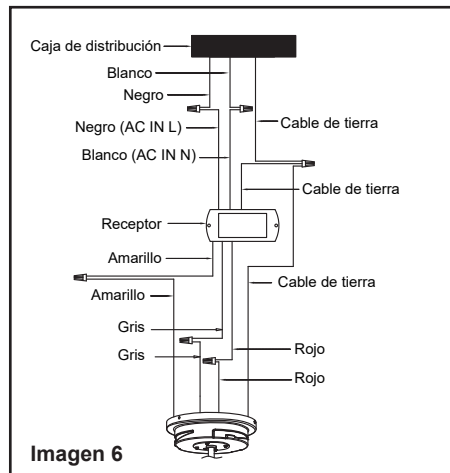

Imagen 6
Paso 1. Conexiones eléctricas del motor al receptor: Conecte el cable gris del ventilador al cable gris del receptor. Conecte el cable rojo del ventilador al cable rojo del receptor. Conecte el cable amarillo del ventilador al cable amarillo del receptor. Asegure las conexiones de cable con las tuercas de plástico provistas (Imagen 6).
Paso 2. Conexiones eléctricas del receptor a los cables de suministro de la vivienda: Conecte el cable negro (caliente) del techo al cable negro marcado "AC in L" del receptor. Conecte el cable blanco (neutral) del techo al cable blanco marcado "AC in N" del receptor. Asegure las conexiones de cable con las tuercas de plástico provistas (Imagen 6).
Paso 3. Si su caja de distribución tiene un cable de tierra (verde o cobre desnudo), conéctelo a los cables de tierra del ventilador; de lo contrario, conecte el cable de puesta a tierra del conjunto del soporte de techo al soporte de montaje. Asegure la conexión de cable con una tuerca de plástico provista. Después de conectar los cables, sepárelos para que los cables verde y blanco estén en un lado de la caja de distribución y los cables gris/rojo y amarillo estén en el otro lado. Inserte cuidadosamente las conexiones de cable en la caja de distribución (Imagen 6).